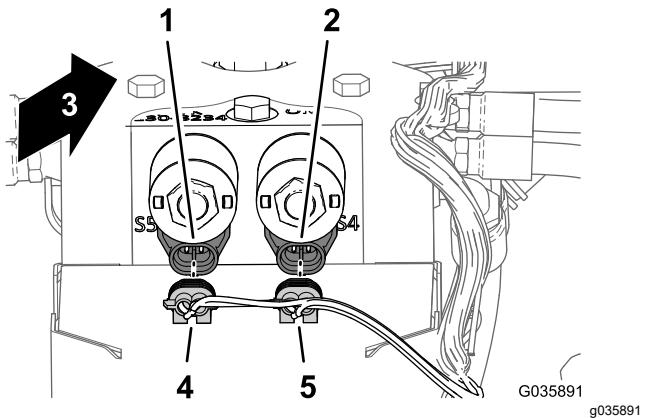

图 27
- 如图 27 所示在提升油缸歧管的后面将超声波喷洒臂线束的 2 个电气接头连接至控制超声波启用的螺线圈。